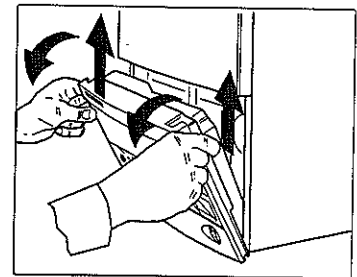

Fig. 3
- Sollevare e ruotare il pannello comandi (fig. 3);